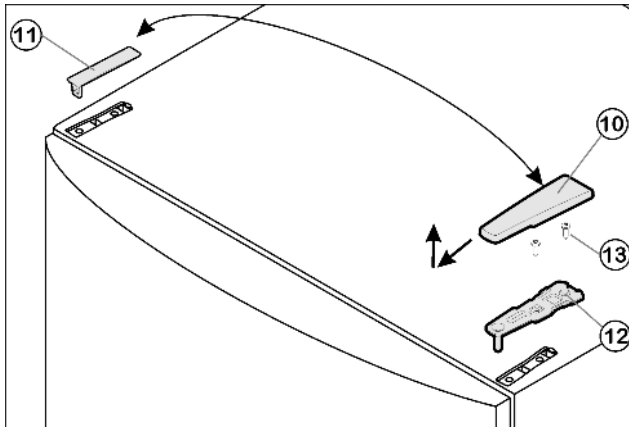

Fig. 4
- ▶ Afdekking Fig. 4 (10) naar voren en boven wegtrekken.
- ▶ Afdekking Fig. 4 (11) eraf nemen.
- ▶ Bovenste lagerbus Fig. 4 (12) losschroeven (2 maal Torx® 25) Fig. 4 (13) en naar boven eraf trekken.
- ▶ Plaats de bovenste lagerbus *Fig. 4 (12)* aan de nieuwe scharnierkant in de deur.
- ▶ Bovenste lagerbus *Fig. 4 (12)* **goed (met 4 Nm)** vastschroeven (2 maal Torx® 25) *Fig. 4 (13)*. Steek de schroefgaten indien nodig voor of gebruik de accuschroevendraaier.
- ▶ Afdekking *Fig. 4 (10)* en afdekking *Fig. 4 (11)* elk op de tegenoverliggende zijde vastklikken.